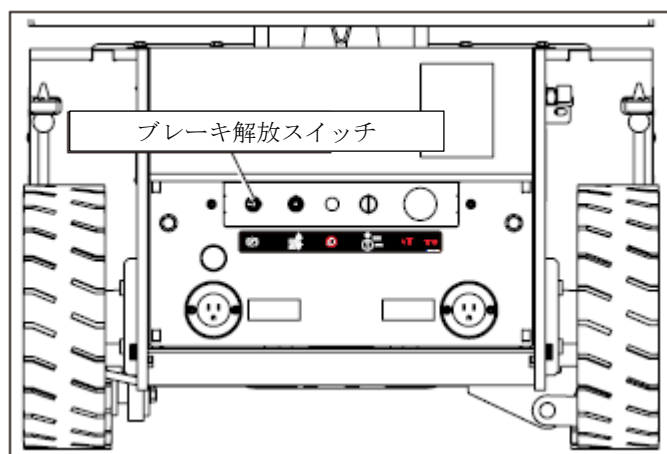

図6 - シャーシ後ろ側
3. ブレーキ解放スイッチ（図6を参照）を、右へ10秒以上保持します。